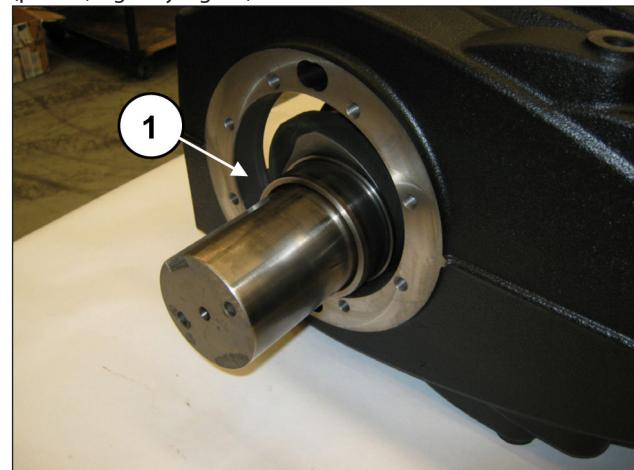
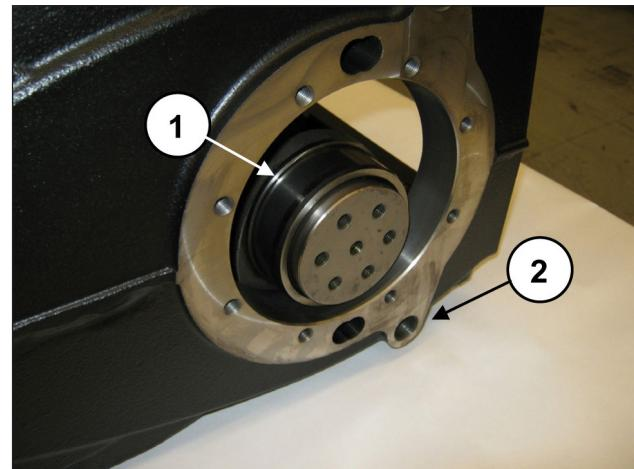

Fig. 51
Fig. 52
El eje acodado se ha de montar de manera que el lado PTO se encuentre en la parte opuesta a los orificios G1/2" para los tapones de descarga de aceite del cárter de la bomba (pos. ②, Fig. 52).
Continuar hasta que el eje entre por completo en el cárter (pos. ①, Fig. 51 y Fig. 52).